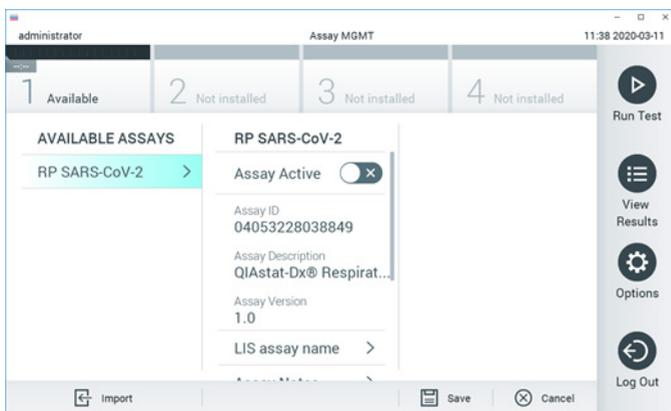

Figura 36. Schermata Assay Management (Gestione esame).
2. Premere il pulsante Options (Opzioni) e selezionare Assay Management (Gestione esame). La schermata Assay Management (Gestione esame) viene visualizzata nell'area dei contenuti del display (Figura 36, pagina successiva).